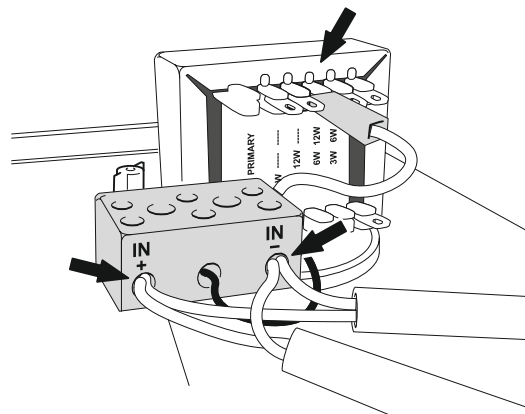

Fig. 2
- Inserire i cavi provenienti dalla linea di distribuzione nei passacavo e collegare le terminazioni alla morsettiera presente sulla griglia frontale, facendo riferimento alla fig. 2.
- Applicare la griglia frontale e fissarla alla scatola utilizzando le tre viti autofilettanti (B) precedentemente rimosse.
NOTA: I diffusori **RWS 412 T/EN** devono essere collegati in derivazione alla linea di distribuzione, assicurandosi che la potenza complessiva assorbita dai diffusori non ecceda quella massima fornita dall'amplificatore. La potenza dei diffusori è impostata in fabbrica per linea 100V/12W. Nel caso si volesse modificare questa impostazione, è possibile cambiare la potenza di uscita tramite l'apposito terminale ad inserzione rapida facendo riferimento alla targhetta posta sul trasformatore (vedi fig. 2).
- Pass the cables coming from the distribution line through the cable gland and connect the ends to the terminal strip on the front grille, following the instructions provided in Fig. 2.
- Fit the front grille and secure it to the box using the three self-tapping screws (B) that were removed earlier.
The power of the speaker units is factory-set for a 100V/12W line. If you wish to change this setting, it is possible to alter the output power by means of the quick-fit terminal provided for this purpose, consulting the data plate on the transformer (see Fig. 2).